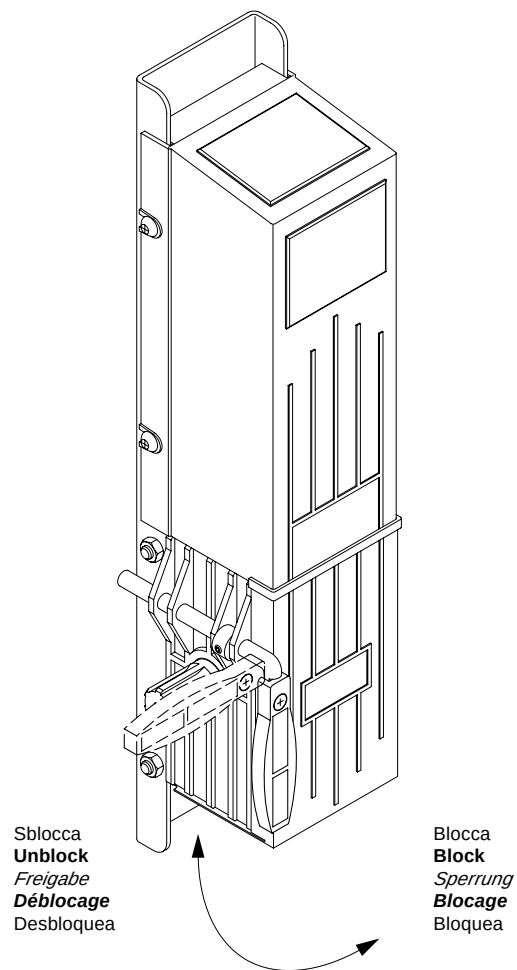

Fig.11
7.1 Sblocco interno a maniglia (fig. 11).
7.1 Handle internal release (fig. 11)
7.1 Déblocage interne de la manivelle (fig. 11)
7.1 Desbloqueo interior a manilla (fig.11).